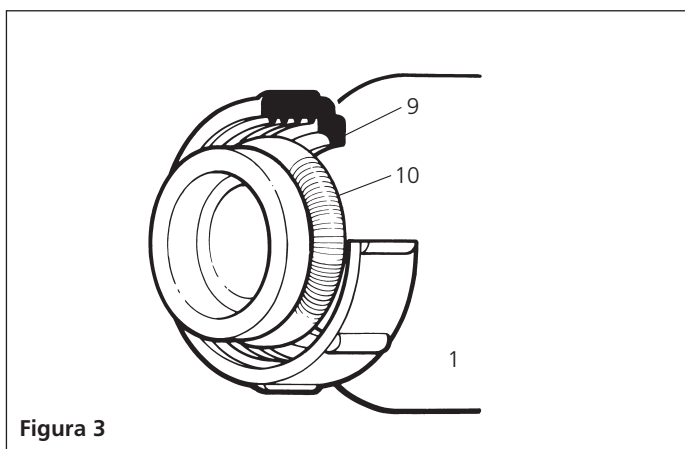

Figura 3
6. Sistemare il cappuccio di bloccaggio grigio (9) sopra il giunto di testa del refrigerante (1) con la filettatura rivolta verso l'esterno e bloccarlo in posizione con la molla circolare (10) (vedi la figura 3).